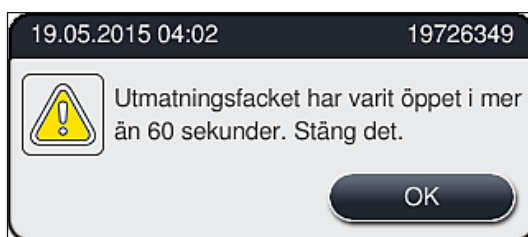

Bild 87
- Om utmatningsfacket är öppet i mer än 60 sekunder informerar ett informationsmeddelande (→ "Bild 87") användaren om detta.